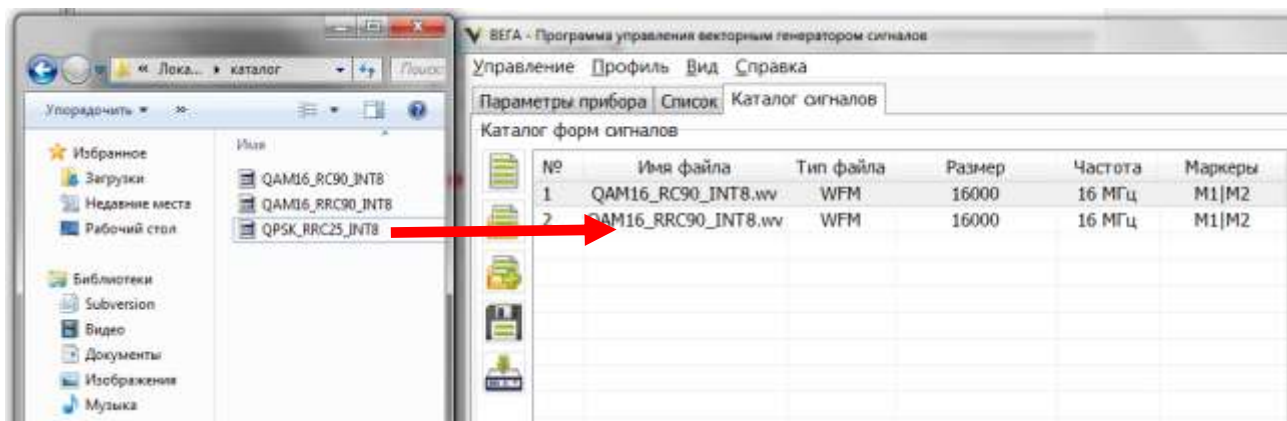

Рисунок 5.53 – Перетаскивание файлов из локальной папки в прибор
- 1) нажать кнопку  «Добавить файл» (доступно перетаскивание файлов из локальной папки в каталог форм сигналов зажатой левой клавишей мыши, рисунок 5.53);
2) нажать кнопку  «Добавить файл» (доступно перетаскивание файлов из каталога форм сигналов в окно редактора последовательностей зажатой левой клавишей мыши, рисунок 5.53);